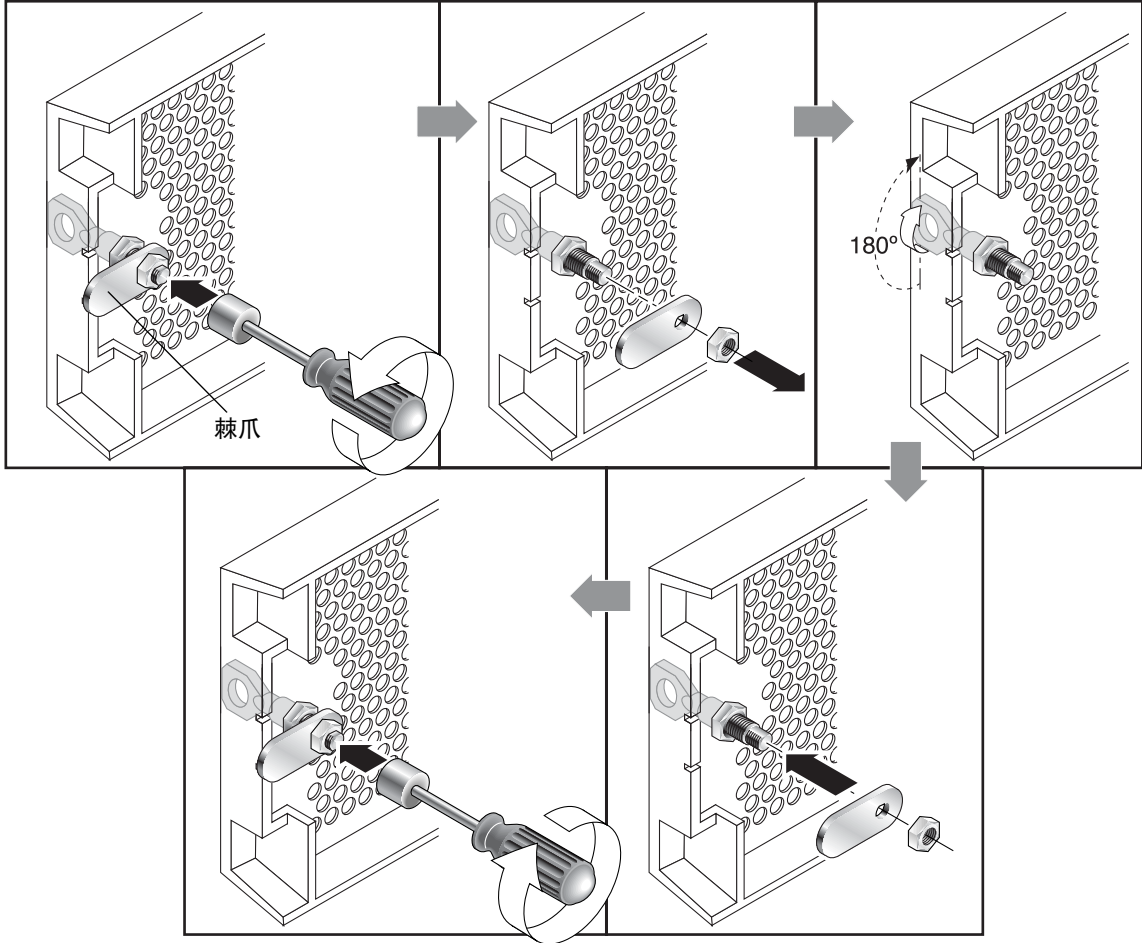

图 1-2 改装前盖锁以使钥匙无法取下的步骤
1. 轻轻将摇臂从其侧部凹处旋出，以便拆除前盖，并确保钥匙处于锁定位置，同时棘爪水平穿过前盖的边缘（请参见图 1-2 的第一幅图）。
2. 将钥匙保留在原位，使用 12 毫米或 3/8 英寸螺母扳手拆除用于固定棘爪的螺母，如图 1-2 的第一幅图所示。
3. 从锁身的螺纹部分抬起棘爪，如图 1-2 中第二幅图所示。
5. 用钥匙将锁转动 180 度，如图 1-2 中的第三幅图所示
6. 以原先的方向装回棘爪，如图 1-2 的第四幅图所示。
7. 使钥匙保留在原位，使用螺母扳手重新拧紧用于固定棘爪的螺母，如图 1-2 中的第五幅图所示。注意不要使螺母穿过螺纹。